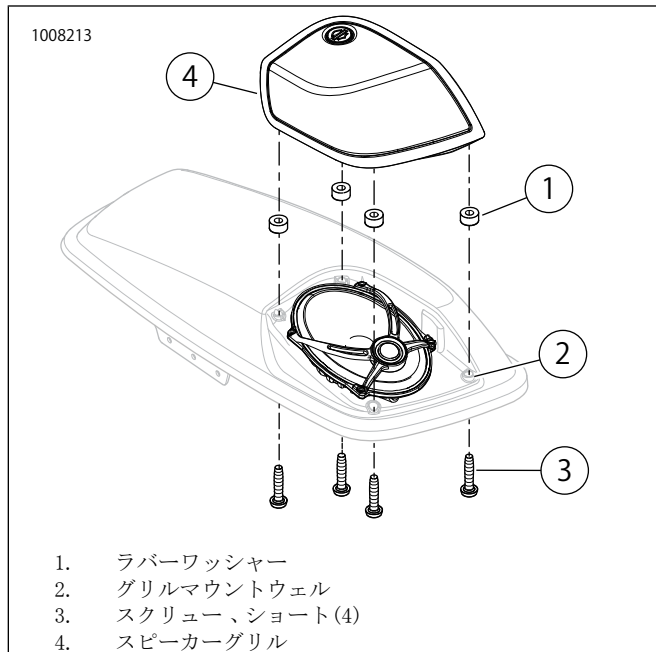

図19。グリルの取り付けと取り外し
7. 図19を参照してください。スピーカーグリルスクリュー(3)を取り外します。あとで使いますので保管しておいてください。